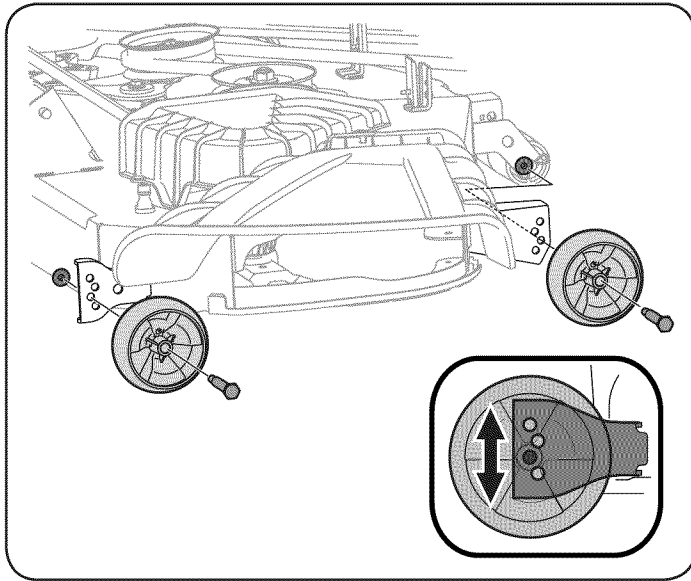

Figura 9
- b. Retire las ruedas delanteras y traseras de la plataforma retirando las tuercas de seguridad con brida y los tornillos con reborde que las sujetan a la plataforma. Ver la Figura 9.